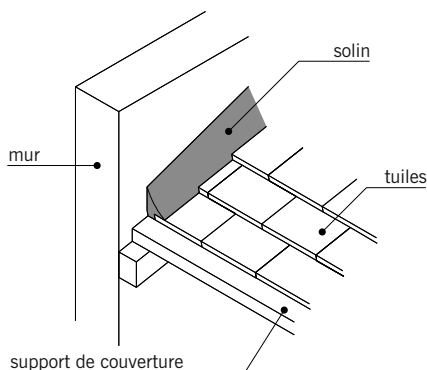
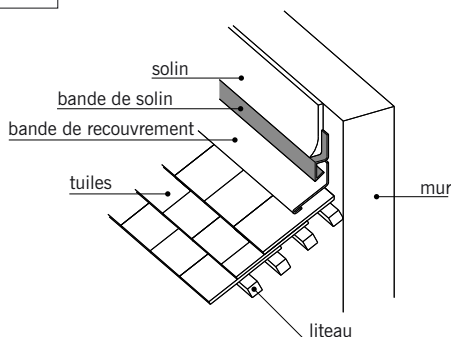

fig. 7.43
fig. 7.44
■ Le **solin** : garnissage étanche en mortier réalisé sur la ligne de rencontre d'un versant de toiture et d'un mur (fig. 7.43). On appelle également solin la couche de mortier réalisée sur une bande pliée appelée **bande de solin** (fig. 7.44).